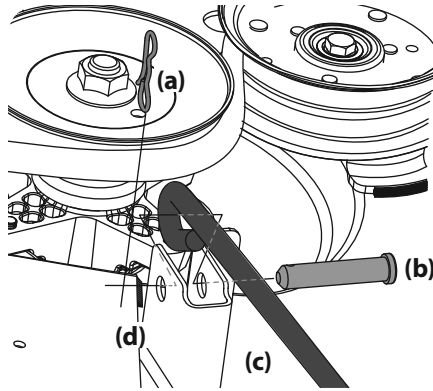

Figura 46
- b. Extraiga el tercer pasador con unión curva (a) del pasador de horquilla (b) que sujeta la varilla de control de la plataforma delantera (c) al soporte delantero de elevación de la plataforma (d). Extraiga los pasadores de horquilla (b). Consulte la Figura 46.